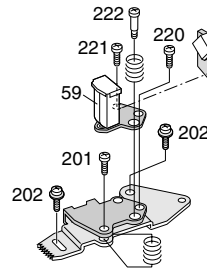

Fig. 6
- Dévisser 2 vis (Pos. 221 / 222, Fig. 6) puis enlever l'unité de la tête son-synchro.
- Après son remplacement, la tête doit être ajustée horizontalement à une hauteur de 10,8 mm (Fig. 6/7) à l'aide des vis de réglage de